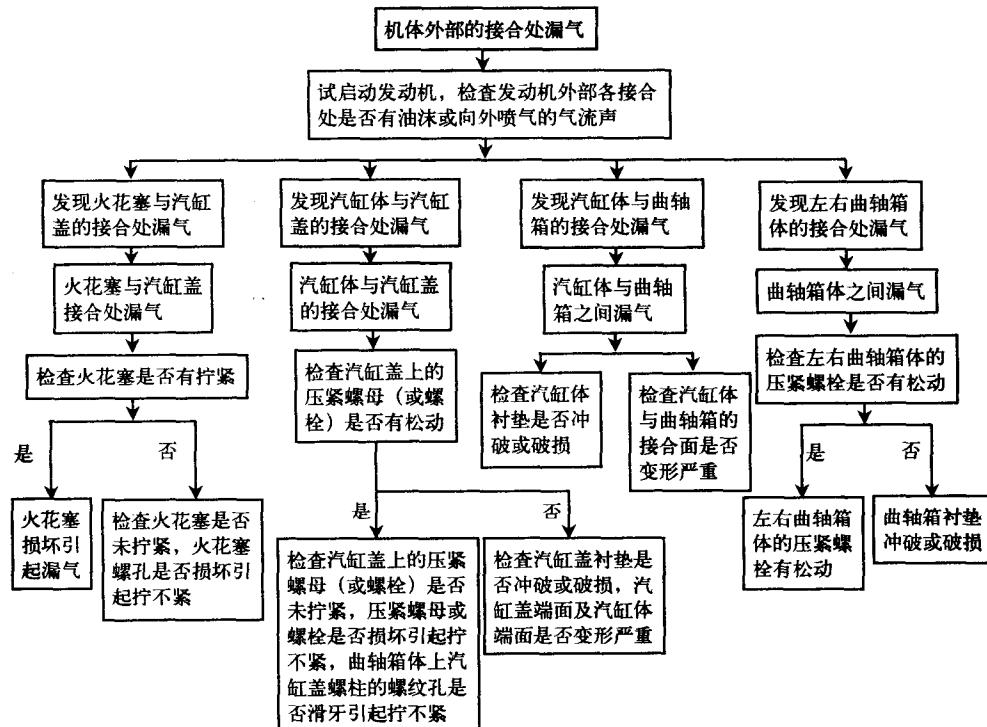

图 1-1 机体外部的接合处漏气的故障诊断程序
2. 故障诊断 机体外部的接合处漏气的故障诊断程序如图 1-1 所示。